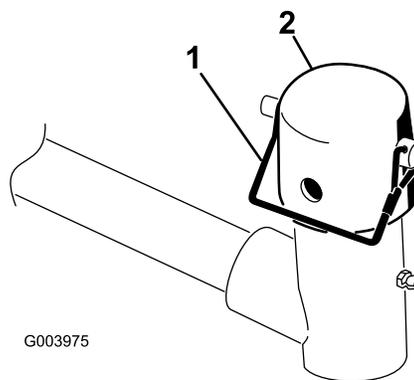

図 4
3. 各カッティングユニットのリフトアームで、キャップをリフトアームピボットヨークに固定しているスナッパーピンを取り外し、キャップを取り外します (図 4)。